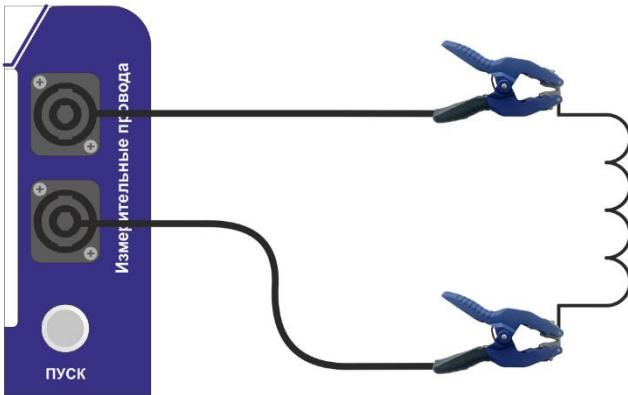

Рис. 3. Схема подключения стандартного комплекта измерительных проводов.
соответствующего комплекта проводов, который позволяет максимально удобным образом производить измерения сопротивлений по четырехпроводной схеме. Для этого достаточно первый зажим установить на одном выводе, а второй – на другом выводе измеряемого объекта (рис. 3).
- Подключить крокодилы измерительных проводов к объекту испытаний (схема подключения на рис. 3).